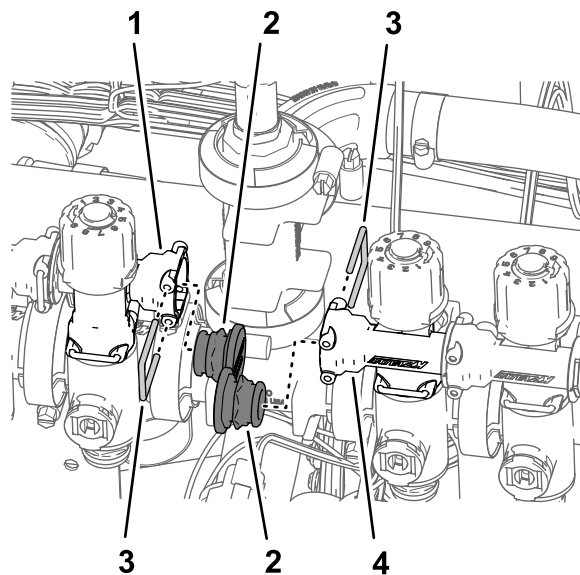

Figura 100
- Retire os retentores que prendem as tampas nas tomadas das uniões de desligação rápida na válvula do bico 5 e válvula do bico 6 e retire as tampas (Figura 100).